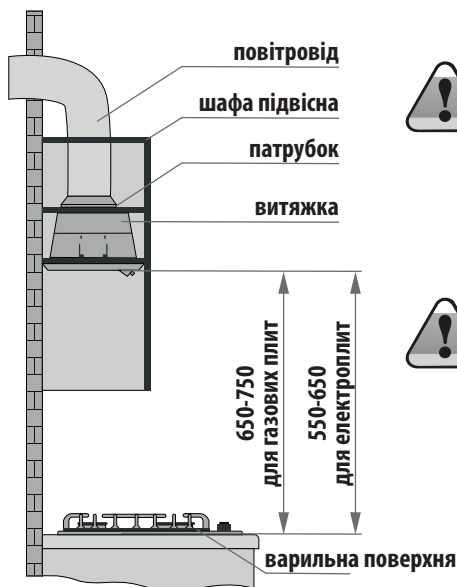

рис. 2.3
**Дотримуйтесь мінімальної відстані між поверхнею встановлення посуду на варильній панелі і нижньою частиною витяжного приладу. Ця відстань повинна становити не менше 65-75 см над газовими приладами та 55-65 см над електричними (рис. 2.3).**